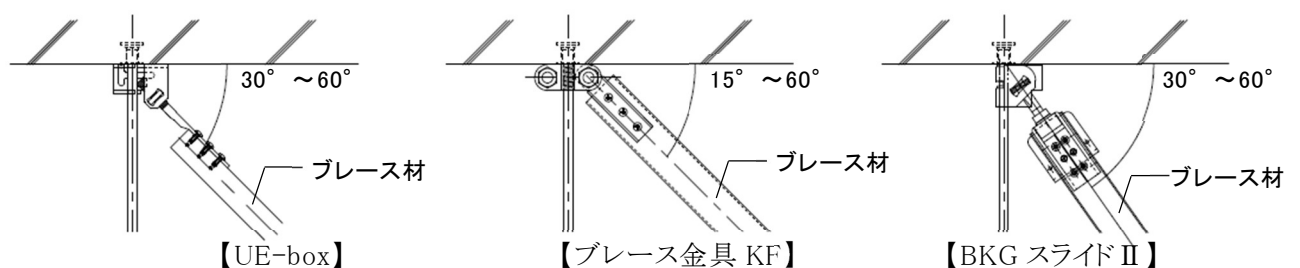

図 2-7-7 ブレース設置角度
- ④ ブレースの設置角度は $30^{\circ} \sim 60^{\circ}$ の範囲(ブレース金具 KF の場合は $15^{\circ} \sim 60^{\circ}$ の範囲)となるように設置し、ブレース上部取付け金具の取付け位置は、インサート、スラブに金具が当たるまでとする。(図 2-7-7 参照)